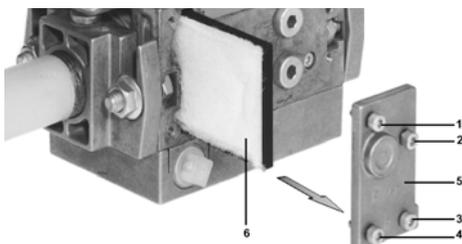

Fig. 34
- 2 Desenroscar los tornillos 1, 2, 3, 4 con la llave de macho hexagonal núm. 3, y retirar la tapa del filtro 5 (Fig. 34).